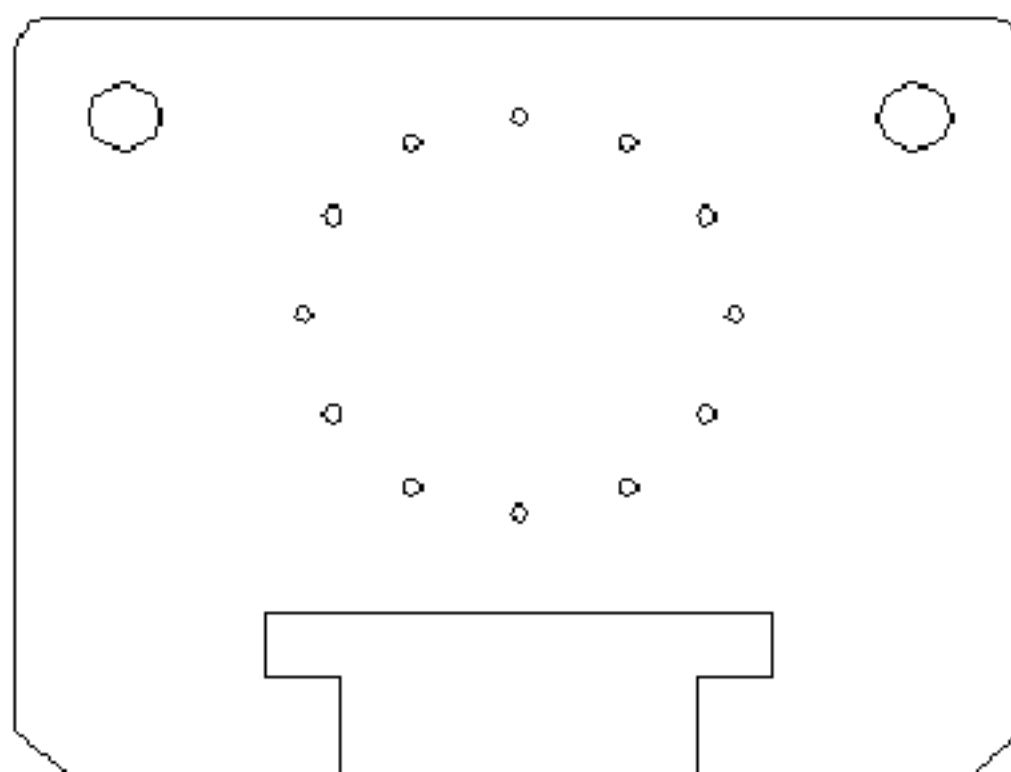

Рис. 4
Сейчас мы создадим отверстия в углах пластины и группу отверстий в её центре (см. рис.4). при выполнении этого задания вы поймёте, как максимально эффективно осуществляется черчение нескольких одинаковых объектов.
10. Нажмите кнопку *Preview* (Просмотр). Произойдёт переход в область черчения, и вы увидите, какой массив создали. Окно *Array* будет содержать только три кнопки, с помощью которых вы можете принять установки массива, изменить их или отменить команду. Если результат вас устраивает, нажмите кнопку *Принять (Accept)*. Сравните полученный чертёж с представленным на рис.4.